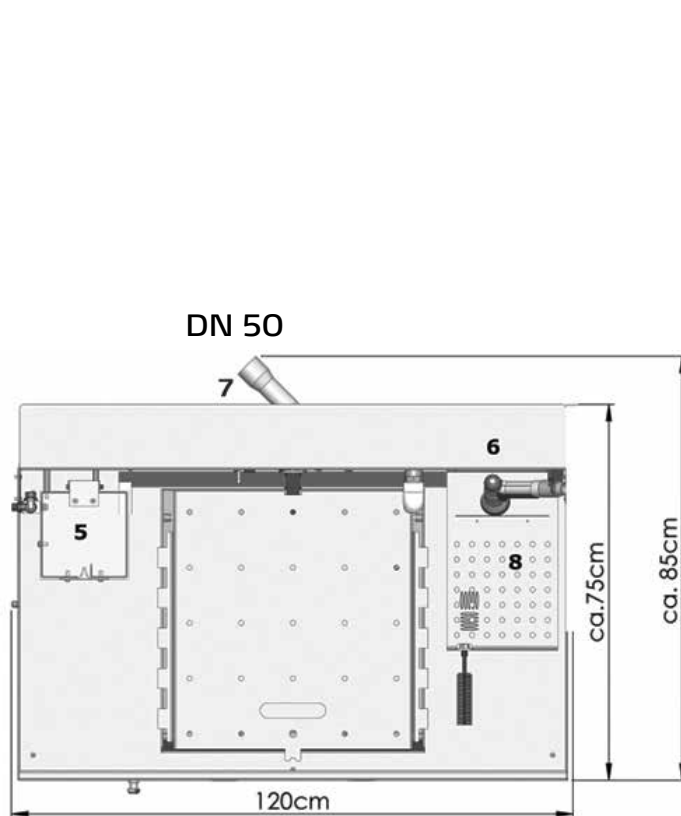

Fig. 2
- Pulire attrezzi alla stazione per la pulizia di pennelli (articoli compresi nella fornitura del ColorFree TOP Set) (8) Fig. 2, 7